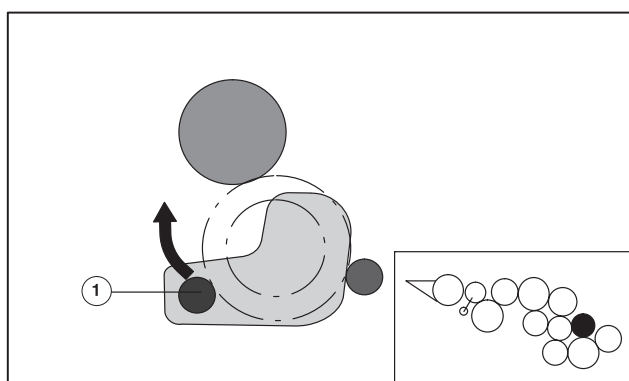

Рис. 10 Демонтаж 2-го накатного валика
- ❶ Нажмите вверх до упора рычаг (Рис. 10/❶) на опоре валика на стороне привода и на стороне обслуживания.
- ❷ Выньте накатной валик.